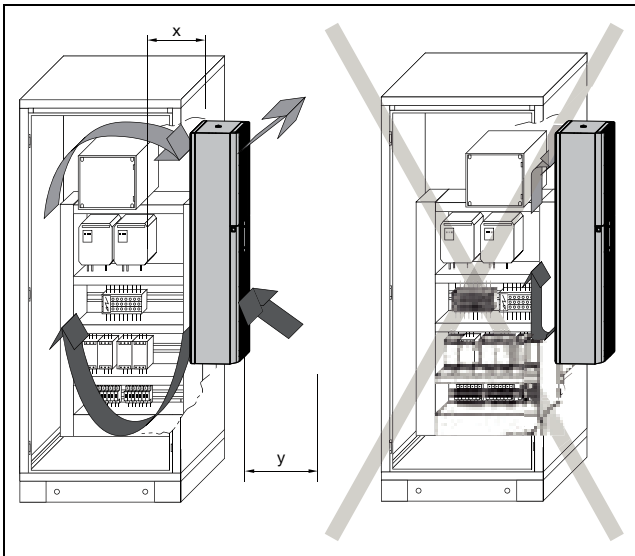

Fig. 7: Circolazione dell'aria all'interno dell'armadio di comando
- Il luogo scelto per l'installazione del condizionatore (e di conseguenza il suo posizionamento) deve consentire un'adeguata circolazione dell'aria (distanza minima tra condizionatori 200 mm, distanza dalla parete vedi distanza «y» in fig 7 o tab. 2).
- Rispettare la distanza «x» (fig. 7) tra il condizionatore e i componenti elettronici e altri componenti all'interno dell'armadio in modo che la necessaria circolazione dell'aria non sia ostacolata o possa essere impedita.